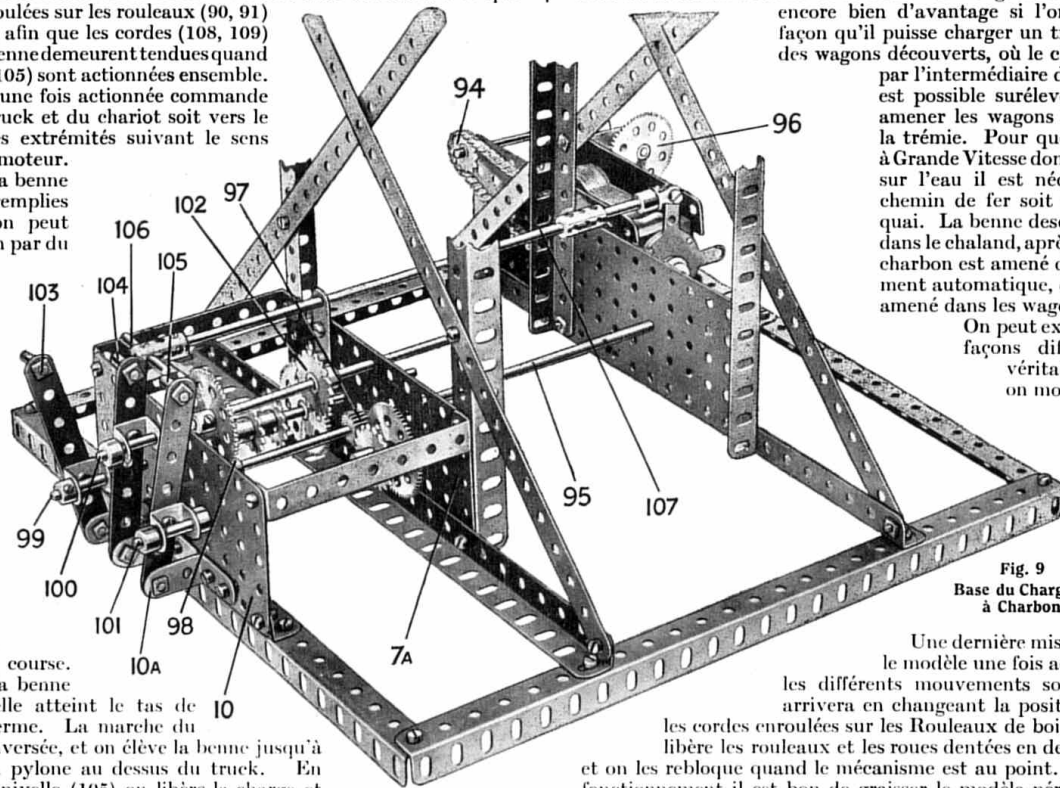

Fig. 9
La boîte à entraînages et les nombreuses commandes sont indiquées à la Fig. 9. Le dispositif du mécanisme est le suivant : une vis sans fin fixée à l'arbre de l'induit du moteur engrène avec une roue dentée de 57 dents (96), montée sur une tringle de 5 cm passée dans un support en U fixé sur la flasque du moteur. Un engrenage cône de 22 m/m (22) monté sur l'extrémité opposée de la tringle de 5 cm, engrène avec un engrenage cône semblable dont la tringle transmet le mouvement par l'intermédiaire d'une roue dentée de 19 m/m (94) à une roue dentée de 5 cm à l'extrémité d'une tringle de 29 cm (95). Cette tringle (95) passe au travers des plaques (7A) (10) et supporte deux pignons de 12 m/m (97, 98).